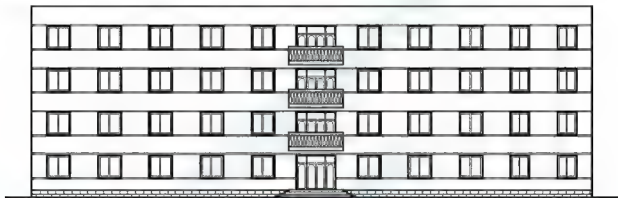

图 4.74 填充勒脚
⑧ 按 Enter 键返回【图案填充和渐变色】对话框。单击【预览】按钮,观察填充效果,按 Esc 键再次返回【图案填充和渐变色】对话框。单击【确定】按钮关闭对话框,结果如图 4.74 所示。